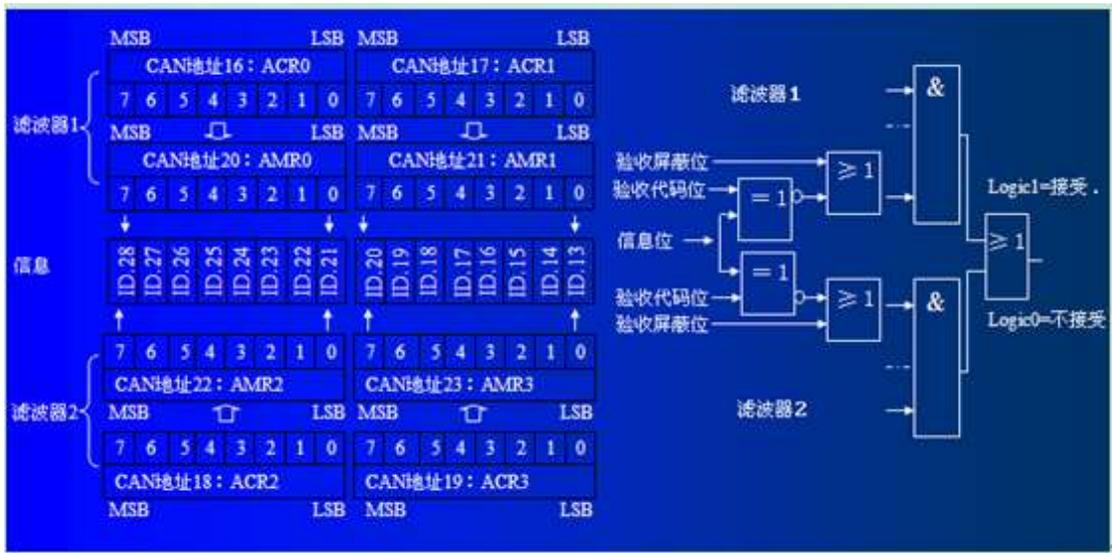

图 4 扩展帧双滤波示意图
**扩展帧：**对于扩展帧，定义的两个滤波器是相同的。两个滤波器都只比较扩展识别码的前两个字节（ID.28到ID.13），而不是全部的29位标识。如图 4 所示。为了能成功接收信息，一组滤波器的单个位的比较时均要表示为接收。